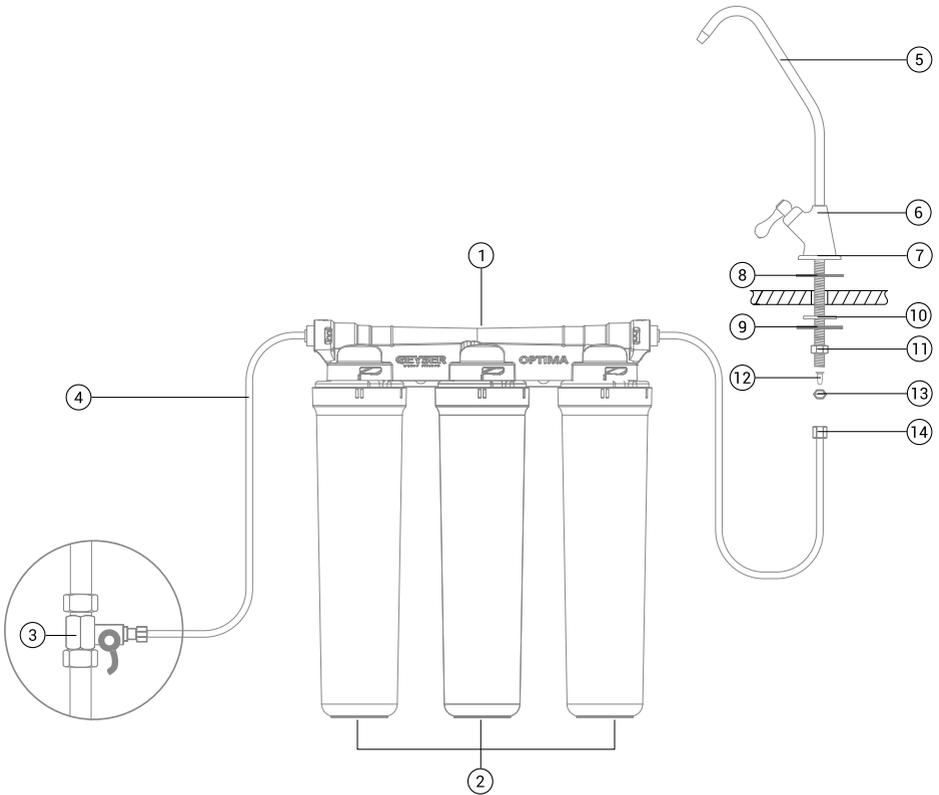

Рис. 1. Схема подключения Гейзлер Оптима.
2. Произведите сборку крана согласно схеме подключения (рис. 1).